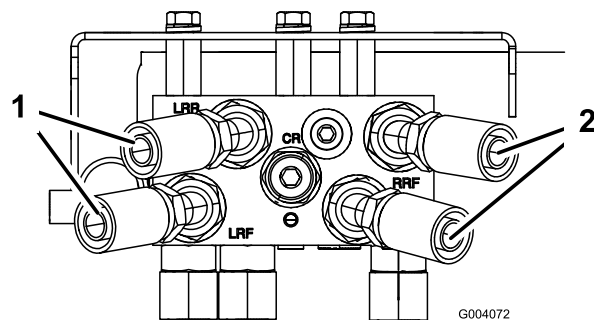

図 6
1. 各油圧ホースの 45° 側端部を、マニホルドの後部側フィッティングに仮止めする 図 6。